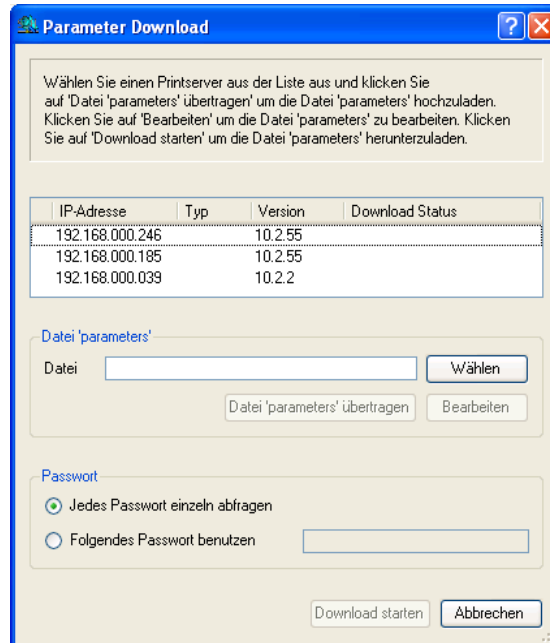

Abb. 52: InterCon-NetTool – Parameter Download
3. *Wählen Sie im Menü **Aktionen** den Befehl **Download - Datei 'parameters'**. Der Dialog **Parameter Download** erscheint; siehe Abb. 52 ⇨  193.*
3. Wählen Sie im Menü Aktionen den Befehl Download – Datei 'parameters'. Der Dialog Parameter Download erscheint; siehe Abb. 52 ⇔ 193.
3. Wählen Sie im Menü **Aktionen** den Befehl **Download - Datei 'parameters'**. Der Dialog **Parameter Download** erscheint; siehe Abb. 52 ⇨  193.